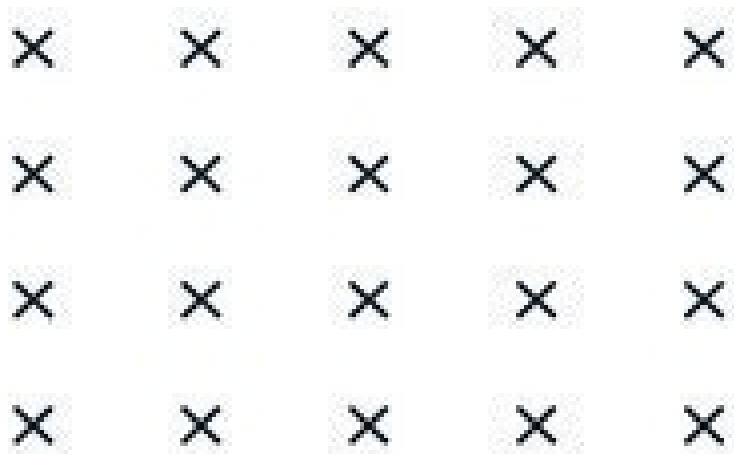

Рис. 1.3. Поле для виконання завдання 2
1. На чистому аркуші на рівній, відносно великій відстані одне від одного намалювати хрестики прямокутником 5x4 (або роздрукувати шаблон з рис. 1.3).